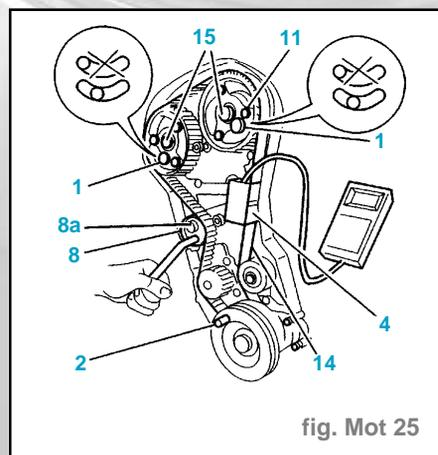

fig. Mot 25
- Sans déposer les pignes (fig. Mot. 25) :
- mettre en place l'appareil [4] sur le brin (14) en prenant garde de ne pas le mettre en contrainte avec l'environnement,
- tourner le galet (8) dans le sens inverse des aiguilles d'une montre à l'aide du carré d'entraînement jusqu'à afficher **45 unités SEEM**,
- en déposant une vis sur chacune des poulies d'arbre à cames, vérifier que les 6 vis (11) ne sont pas en butée de boutonnière,
- Effectuer deux tours de vilebrequin dans le sens de rotation du moteur. Piger le vilebrequin à l'aide de la pige [2] (fig. Mot. 25).
- Desserrer les 6 vis (11).
- Serrer légèrement les vis (11) à la main afin d'obtenir :
- un plaquage sans jeu de la poulie sur le moyeu (10),
- Piger les moyeux d'arbre à cames à l'aide des piges [1] en les faisant légèrement tourner à l'aide des vis (15) (si nécessaire) (fig. Mot. 25).
- Desserrer la vis (8a) (fig. Mot. 25).
- serrer les 6 vis (11) à 1 daN.m.
- Déposer (fig. Mot. 25) :
- Piger le vilebrequin (à l'aide de l'outil [2]) (fig. Mot. 25).
- Piger les moyeux d'arbre à cames à l'aide des piges [1] en les faisant légèrement tourner à l'aide des vis (15) (si nécessaire).
- Serrer les vis (11) à 1 daN.m.
- Mettre en place l'appareil [4] sur le brin (14) en prenant garde de ne pas le mettre en contrainte avec l'environnement. (fig. Mot. 25).